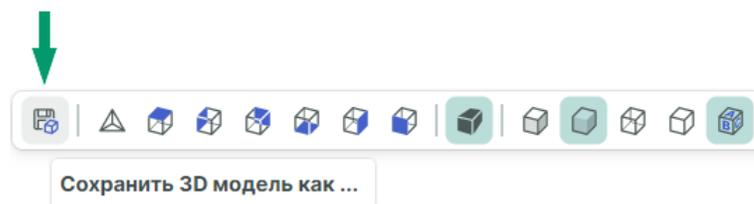

Рис. 539 Сохранение 3D модели
1. Нажмите на кнопку  «Сохранить 3D модель как...», расположенную в верхней части окна редактора, см. Рис. 539.